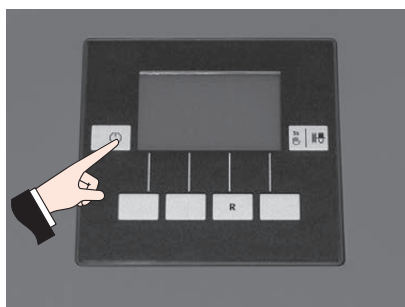

Fig. 3 Extinction de la BioWIN lite
- ▶ Avant d'ouvrir la porte du revêtement, il est impératif d'éteindre la chaudière en appuyant sur la **touche MARCHÉ/ARRÊT** (voir Fig. 3) et de la laisser refroidir (pas d'affichage sur l'écran).